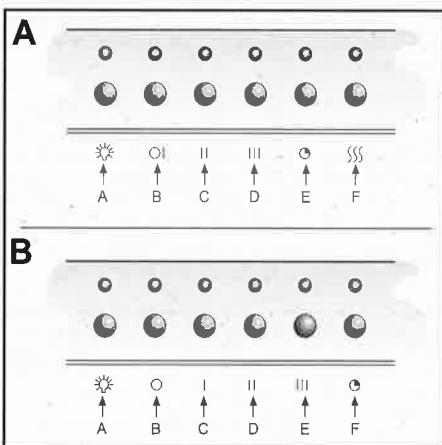

Fig.10
• COMANDO: ELETTRONICA (Fig. 10 A)
- ELETTRONICA (Fig. 10 B)